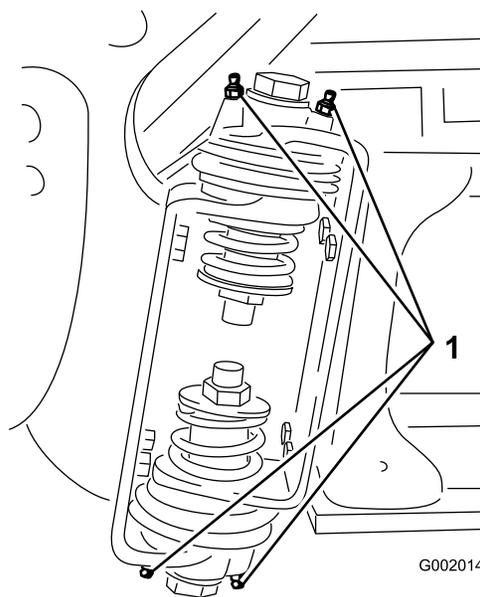

Figura 36
2. Pompate del grasso nel raccordo di ogni cuscinetto o boccola Figura 36.